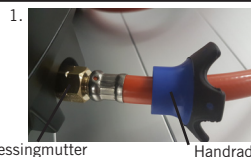

Abb. 3
- Verbinden Sie das andere Ende des Schlauchs fest mit dem Gerät, das Sie betreiben wollen. Benutzen Sie zum Festziehen das mitgelieferte Handrad (Abb. 3).